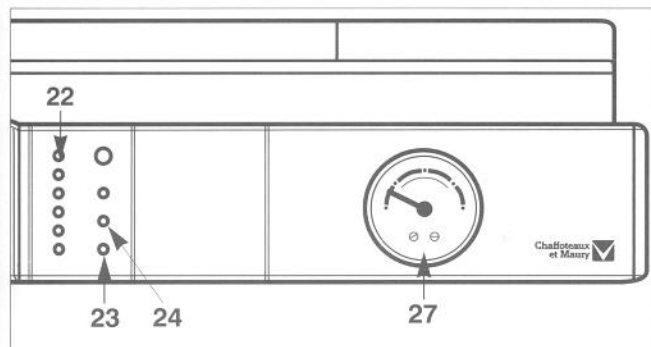

Fig. 24
- Posizionate il commutatore "19" (fig. 23) su « IIII » ; la spia arancione "24" (fig. 24) si accende ogni volta che il bruciatore si mette in funzione.